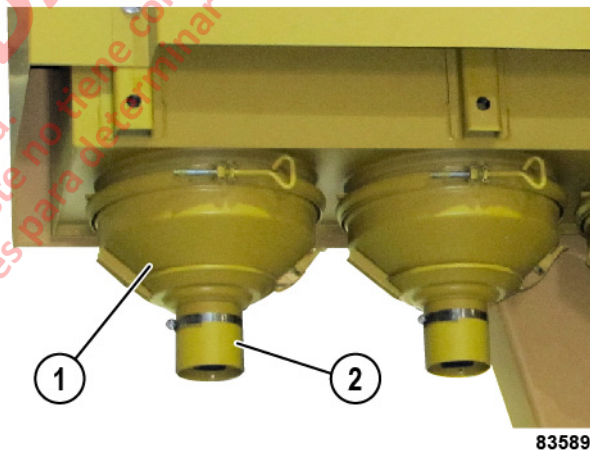

FIGURA 5-2. REVISIÓN DE LOS COLECTORES DE POLVO
- Inspeccione y vacíe los colectores de polvo (1, Figura 5-2) en intervalos diarios. No debe dejar que se acumule mucho polvo en la cámara del tubo (predepurador).